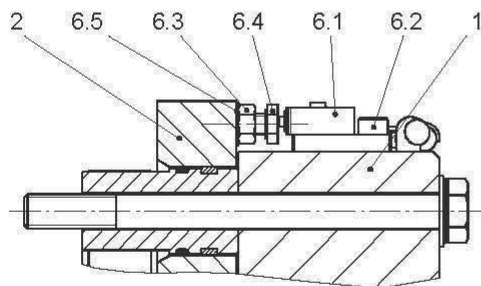

Fig. 9
Contrôle du déblocage (6) fig. 9 (en option selon les types)
Réglage et contrôle du fonctionnement des micro-interrupteurs (6.1) en usine, voir fig. 9